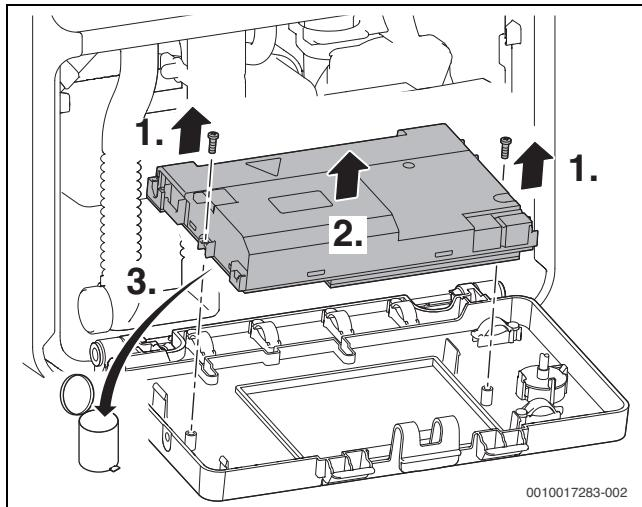

Fig. 73 Înlocuirea sistemului electronic al aparatului
- ▶ Rabatați echipamentul electronic în jos (→fig. 73 pagina 45).